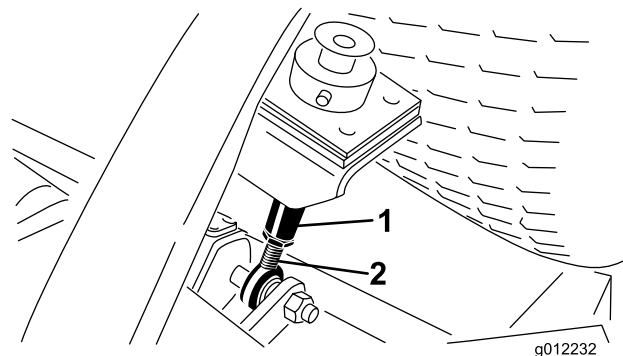

Figura 19
6. Afloje las contratuercas del extremo inferior de las varillas de ajuste de la altura de corte (Figura 19).